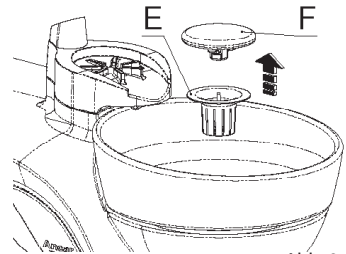

Abb. 9
Um Spritzer und das Eindringen von Feststoffen zu vermeiden, ist das Mundspülbecken am Ablauf mit einem Filter (E) und einer Abdeckung (F) ausgestattet (Abb. 9).